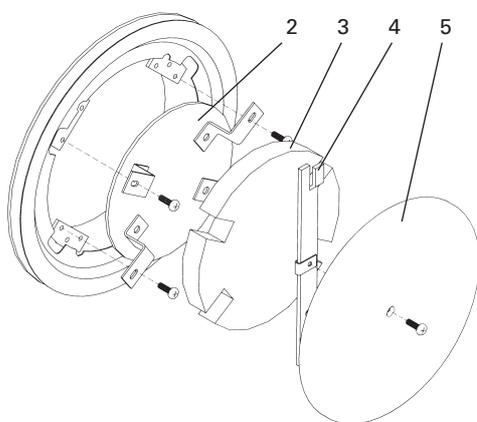

Fig. 9 Rimuovere la piastra di copertura laterale – VestoWIN Klassik 180
1. Svitare la flangia cieca (piastra di copertura laterale, smaltata) – fig. 9.
2. Rimuovere il listello di fissaggio e l'isolamento – fig. 9.
3. Rimuovere il coperchio interno con guarnizione, svitando le 2 o 4 viti che lo bloccano – fig. 9.